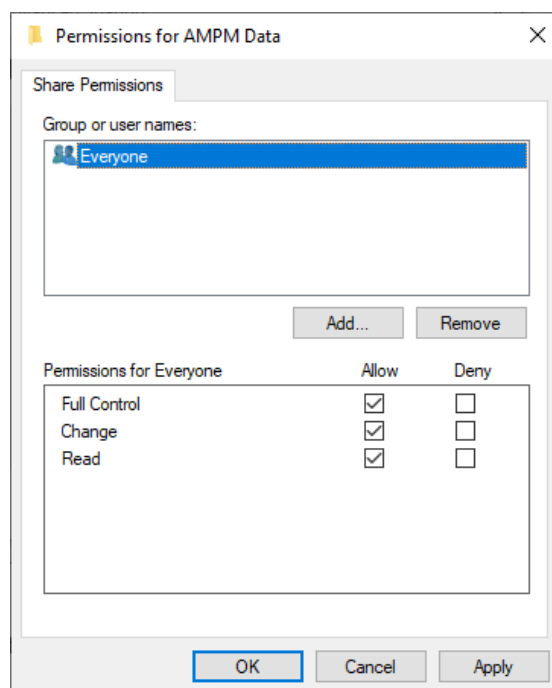

Figure 46 Permissions (Autorisations)
3. Cliquez sur **Permissions** (Autorisations), puis sélectionnez **Everyone** (Tout le monde) et cochez la case **Full control** (Contrôle total), puis cliquez sur **OK** (voir la Figure 46).